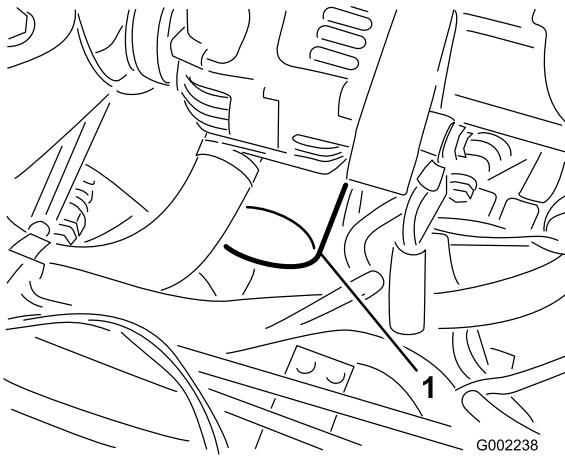

図 42
- 古いオイルフィルタ(図 42)を外す。
- アダプタに新しいフィルタを取り付ける。ガスケットがアダプタに当たるまで手でねじ込み、そこから更に 1/2 回転増し締める(図 42)。